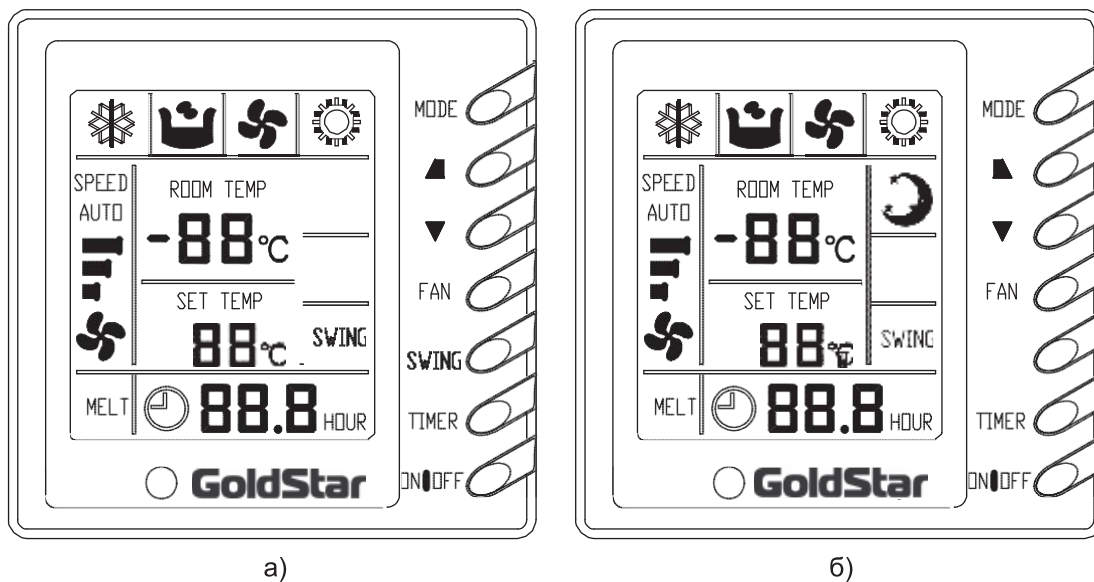

Рис. 7.18
7.5.5 Проводные индивидуальные пульты управления модели Z60351F (для блоков канального типа) (рис. 7.18 а) и Z63351F (для блоков кассетного типа) (рис. 7.18 б).